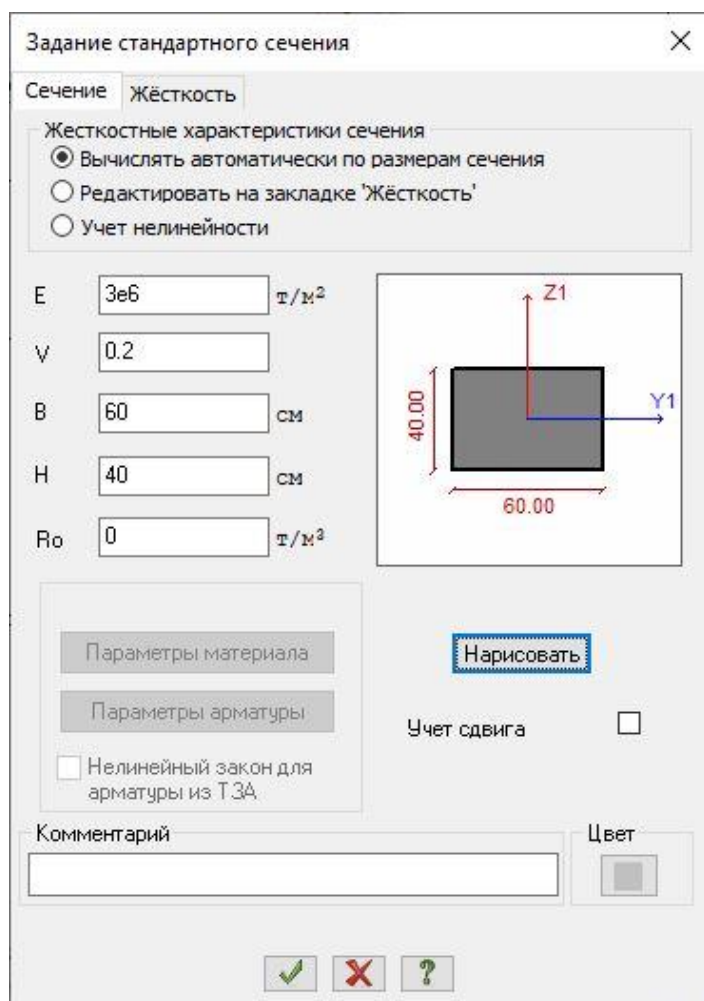

Рис.1.10. Диалоговое окно **Задание стандартного сечения**
- В диалоговом окне **Задание стандартного сечения** (рис.1.10) задайте параметры сечения **Брус**: